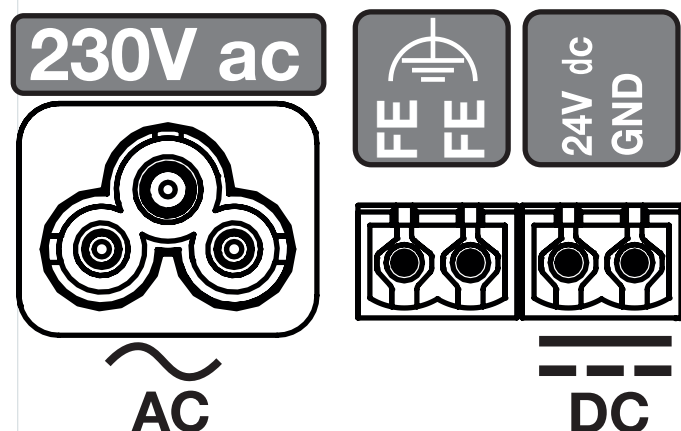

Abb. 5.8 - Anschlüsse CM
1. Bringen Sie den Stecker eines 230-V-AC-Stromkabels (Abb. 5.8, Pos. 13) oder eines 24-V-DC-SELV-Stromkabels (Abb. 5.8, Pos. 11) an.
2. Schließen Sie ein Ende des ComfoNet RJ45-Kabels an das RJ45-Buchse (Abb. 5.8, Pos. 10) der CM an. Schließen Sie das andere Ende dieses ComfoNet-RJ45-Kabels an ein ComfoNet-RJ45-Buchse (Abb. 5.10, Pos. 3) der ersten VM an (Abb. 5.9, Pos. 1).
2. Verbinden Sie den internen Modbus (Abb. 5.8, Pos. 10) mit dem internen Modbus (Abb. 5.8, Pos. 10) der nächsten CM in der Reihe.
2. Verbinden Sie den internen Modbus (Abb. 5.8, Pos. 10) , Pos. 10) mit dem internen Modbus (Abb. 5.8, Pos. 10) der nächsten CM-connect in der Reihe.